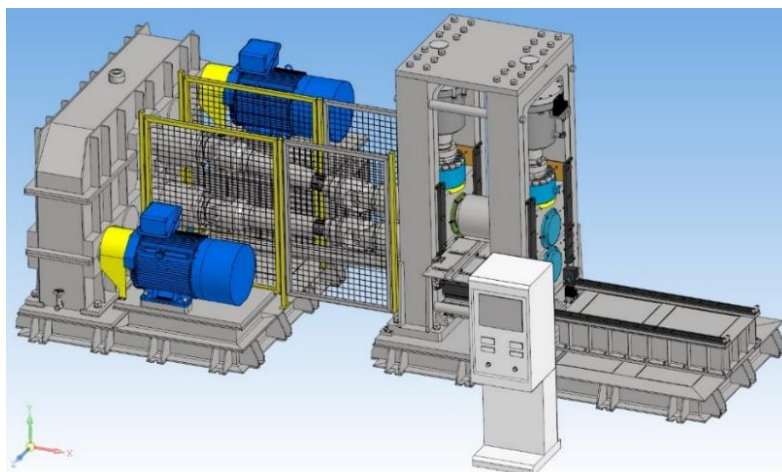

Рисунок 3 – CAD модель оборудования
**Задание №2:** спроектировать с применением КОМПАС-3D оборудование (рис. 3) для реализации технологии получения х/к стальных листов шириной до 400 мм с УМЗ структурой.